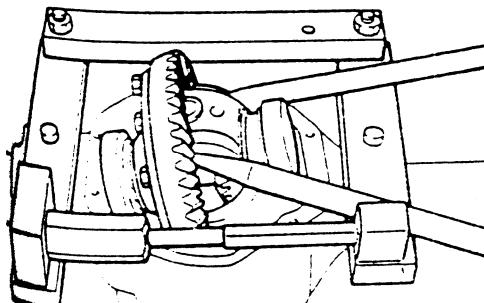

图 4-105 拆卸差速器总成
(1) 拆卸差速器总成时, 按图 4-105 所示用 2 根杠杆将差速器撑起, 在拆下差速器后, 再拆卸延展器, 小心切勿伤及从动大齿轮与差速小齿轮, 把边轴承内座圈、主动齿轮、固定销、差速小齿轮拆下, 在轴承座上作记号标记拆卸的位置。